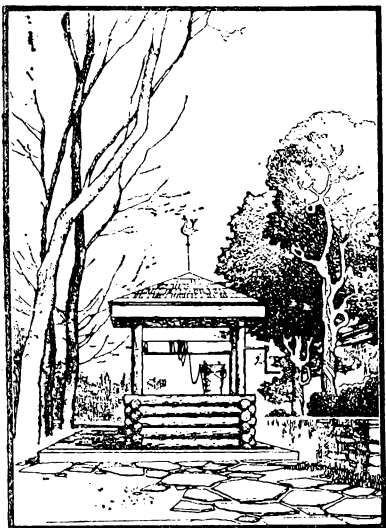

Рис. 35. Колодец
**Колодец своими руками.** Любой садовод, даже не будучи специалистом по бетонированию, может сделать колодец из сборных железобетонных колец (рис. 35). Поскольку приобрести готовые кольца — задача практически неразрешимая, кроме того, они очень тяжелы и установить их без подъемных устройств невозможно, проще сделать кольца самостоятельно, причем облегченные, диаметром 80 см при толщине стенки 7 и высоте 25 см.